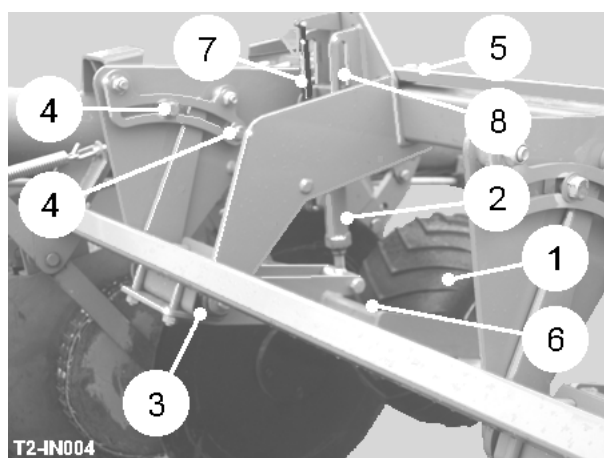

Fig 4
La profondeur tourne (item 1, fig 4) courir sur chaque contrôle de corniche la profondeur de la part. Leur cadre est très important à l'opération efficace du moissonneur. Le turnbuckle (item 2, fig 4) met la profondeur active des roues. Allonger le turnbuckle causera les parts d'exécuter shallower sous le sommet de la corniche et raccourcir permettra à la part de courir plus profondément.
Les roues sont montées sur torsion du caoutchouc saute (item 3, fig 4) qui permet le poids pour être porté des roues pour réduire du compactage de la corniche, ou pour pression supplémentaire être mis sur la corniche pour le consolider dans les légères conditions lorsque le courant sur les parts est pauvre.
Le cadre de la pression a besoin d'être fait lorsque la machine est dans le travail afin que la place active relative de la roue de la profondeur à la corniche soit correcte. En plaçant la pince arrête (article 4, figure 4) dans le quadrant du pression-cadre, le poids peut être enlevé de la roue de la profondeur ou la pression supplémentaire peut être ajoutée à la roue.
Ramez les cadres de la largeur sont ajustés en défaisant la pince verrouille (item 5, fig 4) et glisser l'assemblage de la roue jusqu'à a placé centralement sur la corniche. Répétez pour l'autre roue qui assure qu'ils se mettent symétriquement à la ligne de centre de la machine. Les roues de la profondeur sont chacun allées avec un racloir (item 6, fig 4). Les racloirs devraient être mis comme près des roues comme possible sans les commettre une faute contre.
Une sonde de la profondeur (item 7, fig 4) est allée à chaque unité de la roue de la profondeur. Le centre de contrôle de la profondeur permet à chaque roue de sentir la hauteur de la corniche il court sur et dans faire ainsi, maintient la profondeur constante de la part au-dessous du sommet de la corniche. La sonde du contrôle de la profondeur détecte la place du sommet du turnbuckle de la profondeur. Le profondeur mettre initial devrait être fait avec la machine sur une surface égale ferme. Placez un 10" spacer (250mm) bloquent sous chaque roue de la profondeur et inférieur l'excavateur jusqu'à ce que les parts touchent la terre. Dans cette place, ajuste le turnbuckles afin que l'épingle supérieure soit centrale dans la fente (item 8, fig 4). Par défaut, la profondeur sur l'écran devrait être mise à 250mm. L'ajustement de la profondeur peut être varié approximativement + /-75mm par l'opérateur du taxi du tracteur.